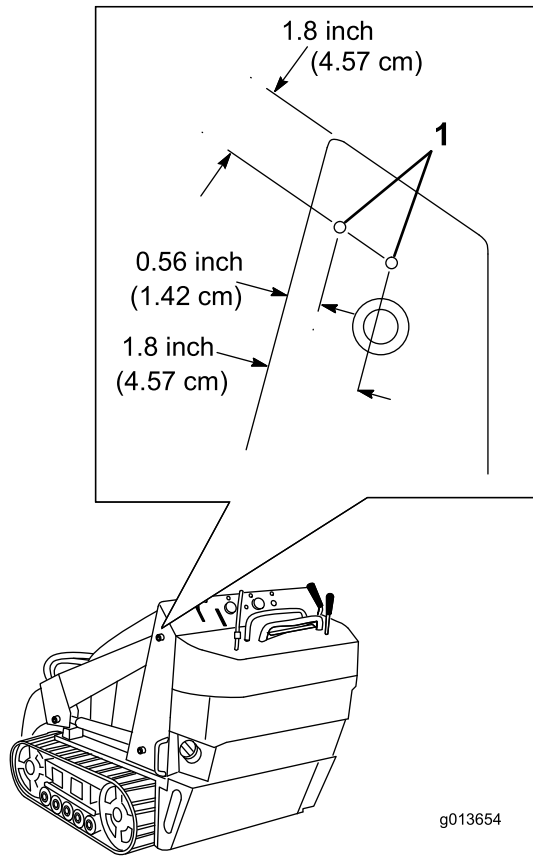

Figure 4
1. Mesurez à partir des bords du châssis, comme illustré à la Figure 4 et marquez les emplacements des trous de montage du support de l'écran de protection.